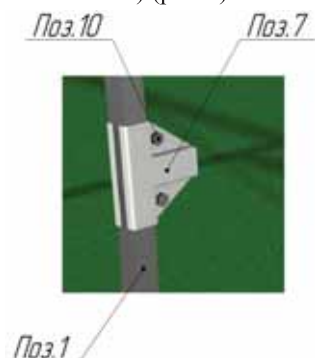

Рис. 7. Монтаж крепления-спайдер «Т-образного»
5. Закрепить на торец с форточкой и дверью (Поз.1) крепление-спайдер «Т-образный» (Поз.7) (не затягивать) (рис.7).